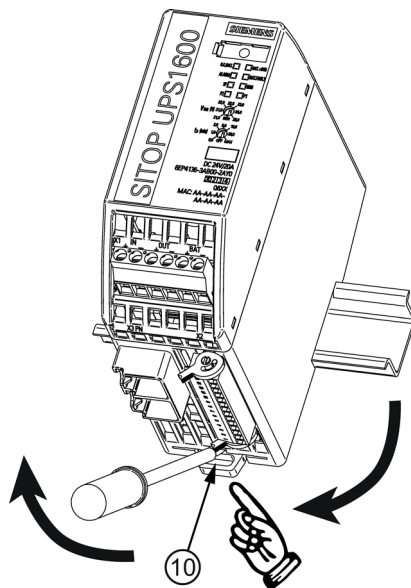

Bild 4-1 Demontage (Beispiel 6EP4136-3AB00-2AY0)
Zur Demontage ziehen Sie den Schieber ⑩ mit Hilfe eines Schraubendrehers oder per Hand (siehe Bild 4-1 Demontage (Beispiel 6EP4136-3AB00-2AY0) (Seite 97)) vorsichtig auf und hängen das Gerät an der Unterkante der Normprofilschiene aus. Anschließend können Sie das Gerät von der Oberkante der Normprofilschiene abnehmen.